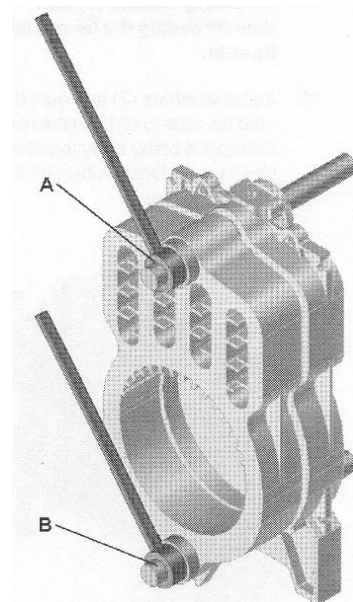

Рис.8
9. Установите нижний (2-ой) блок стяжки (В) и соедините обе секции. (Рис.8)